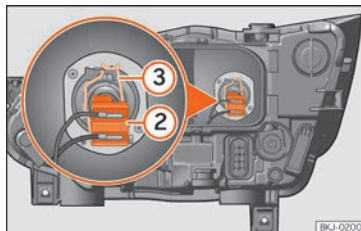

Abb. 53 Im Motorraum: Glühlampe Abblendlicht.
- Ziehen Sie den Stecker von der Lampe **»» Abb. 53 2** ab.
- Nehmen Sie die Haltefeder **»» Abb. 53 3** durch Eindrücken und Rechtsdrehung ab.